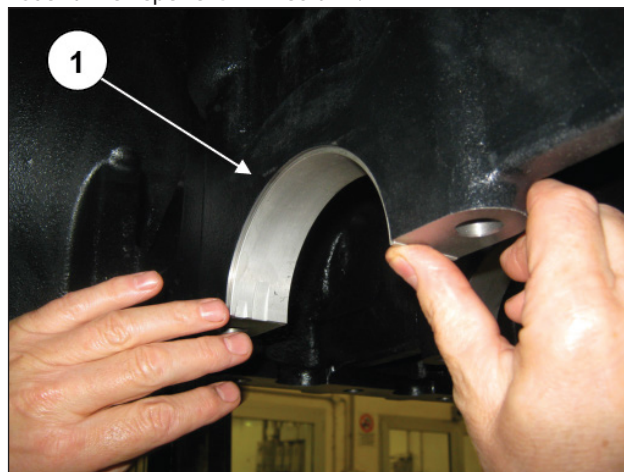

Рис. 27
Удерживайте половины вкладышей подшипников (поз. ①, Рис. 27) в соответствующих гнездах заднего картера во избежание перемены их местами.